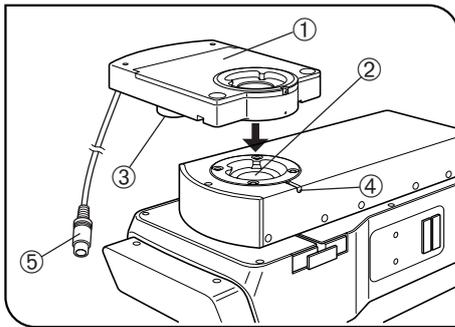

Abb. 3
Montieren des motorischen Analysators MX-ANM (Abb. 3)
1. Den motorischen Analysator MX-ANM ① so auf die Beobachtungstubusaufnahme der Autofokuseinrichtung U-AFA2M ② oder die Beobachtungstubusaufnahme des Mikroskops aufsetzen, dass sich die Motoreinheit ③ von vorne gesehen links befindet (wie in Abb. 3 gezeigt). Die Feststellschraube ④ vorläufig anziehen (da die gekreuzten Polarisatoren später eingestellt werden, wie unten beschrieben).